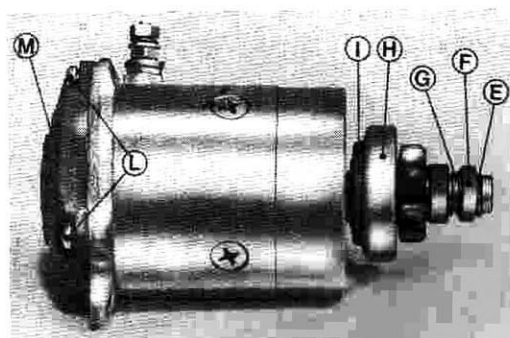

Fig. 8 D
2. Fig. 8 D. Desmontar el anillo elástico «E», el anillo de apoyo «F» el muelle «G», hasta extraer el piñón completo; rueda libre «H» (ver figura).
Advertencia: La junta «I» (Fig. 8 D), al remontaje debe ser siempre sustituida por **una junta nueva**, que deberá ser adecuadamente encolada (emplear cola LOCTITE IS 495 o sus equivalentes).
Sustitución de las escobillas (Fig. 8 D): Desmontar la tapa motor «M», desatornillando los tres tornillos de fijación «L»; a continuación sustituir las escobillas.
Sustitución del inducido: Retirar los tres tornillos de fijación «L» de la tapa motor (Fig. 8 D), desmontar el portaescobillas y las escobillas, ejecutar las operaciones de los puntos 1 y 2 del párrafo sustitución del piñón rueda libre, y seguidamente extraer el inducido.
Después de haber lubricado los dos casquillos de agujas e insertado un inducido nuevo, montar de nuevo el porta-escobillas, las escobillas y la tapa «M» (Fig. 8 D). Completar el montaje y fijar el capuchón protector como se indica en el punto 3.